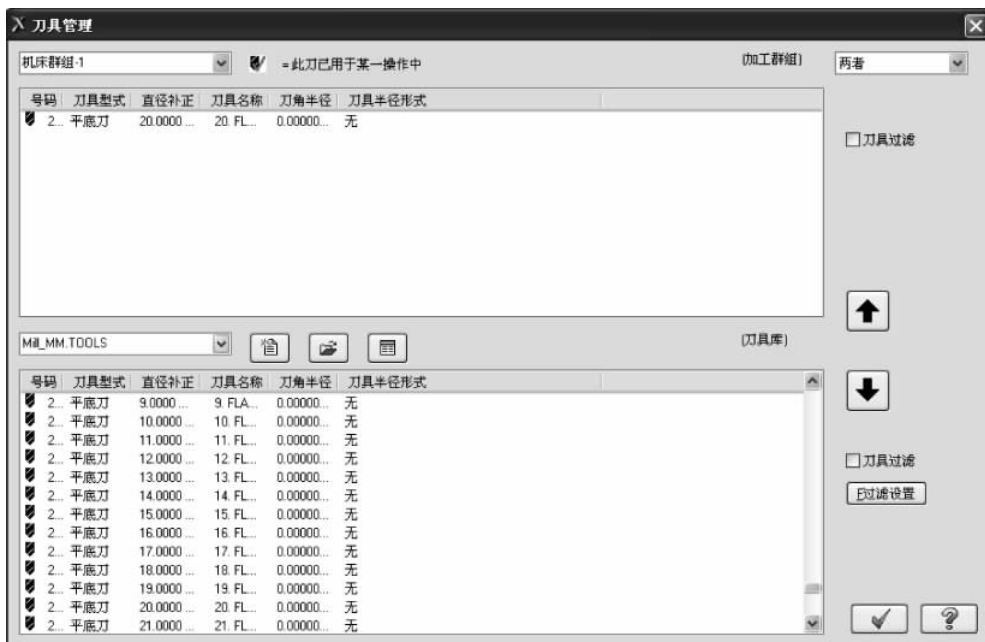

图 5-95 “刀具管理”对话框
(3) 系统弹出“外形(2D)”对话框,在“刀具参数”空白区内单击右键,在弹出的下拉菜单中选择“刀具管理”命令。系统弹出“刀具管理”对话框,选择 $\phi 20$ 平底刀,单击“复制选取的资料库刀具至其群组”按钮 ,结果如图 5-95 所示。单击“确定”按钮,结束刀具选择。